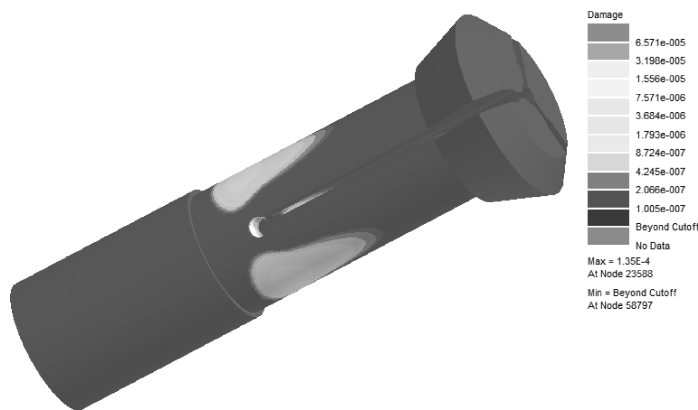

图 9-29 弹簧夹头损伤分布云图
(1) 在 nCode Design Life 标准工具栏中单击进行求解运算。
(2) 运算结束后, 单击【Fatigue_Result_Display】模块, 图形区域显示弹簧夹头损伤分布云图, 如图 9-29 所示。